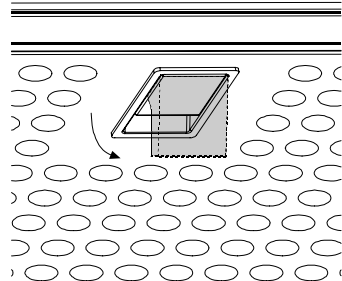

Bild 3
- Verriegelung der Metallfettfilter zuerst nach vorn klappen, dann nach unten herausnehmen. **Bild 3.**